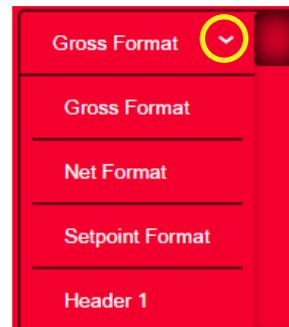

Imagen 7-2. Selección de formato
2. Presione la flecha del campo de selección (encerrada en un círculo en la Imagen 7-2) para seleccionar el formato de impresión que desea configurar. La configuración actual de ese formato se mostrará a la derecha.